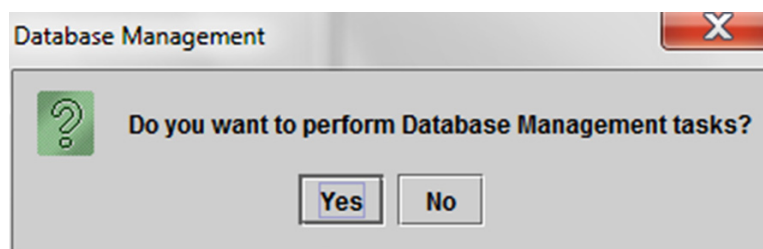
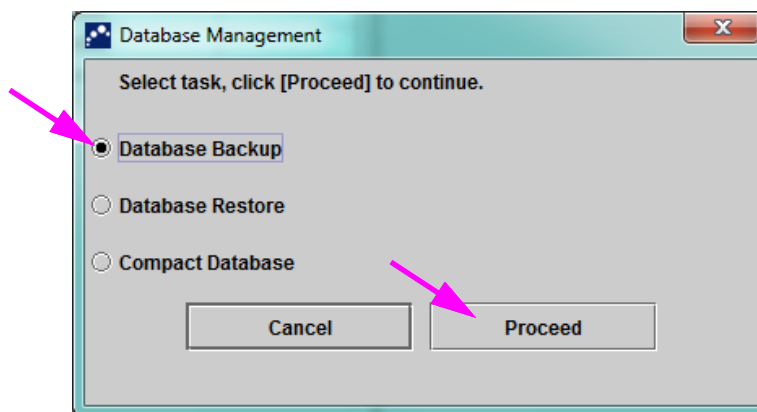

Figura 5-72. Caseta de dialog Gestionare bază de date
Figura 5-73. Fereastra Gestionare bază de date
Administratorul sistemului GeneXpert Dx specifică dacă aveți permisiunea pentru activitățile de gestionare a datelor. Consultați Secțiunea 2.13, Definirea utilizatorilor și a permisiunilor. Consultați administratorul sistemului GeneXpert Dx ca să ajusteze permisiunile pentru a vă îndeplini cerințele. Dacă sunt activate **Mementouri pentru gestionarea bazei de date (Database Management Reminders)**, utilizatorul este notificat la pornire dacă trebuie să efectueze gestionarea bazei de date. Mesajul apare numai dacă utilizatorul are privilegiile necesare pentru a efectua aceste activități. Dacă utilizatorul nu are niciunul dintre aceste privilegii sau dacă **Mementouri pentru gestionarea bazei de date (Database Management Reminders)** sunt dezactivate, mesajul nu va fi afișat. Consultați Figura 5-72.
8. Dacă nu doriți să efectuați activități de gestionare a bazei de date, faceți clic pe **Nu (No)** în caseta de dialog Gestionare bază de date (Database Management) (consultați Figura 5-72) și treceți la Secțiunea 5.2.3.2, Memento arhivare depășită.
Dacă doriți să efectuați activități de gestionare a bazei de date, faceți clic pe **Da (Yes)** în caseta de dialog Gestionare bază de date (Database Management) (consultați Figura 5-72). Apare fereastra Gestionare bază de date (Database Management). Consultați Figura 5-73.
1. Selectați **Copiere de rezervă bază de date (Database Backup)** din fereastra Gestionare bază de date (Database Management) (consultați Figura 5-73).